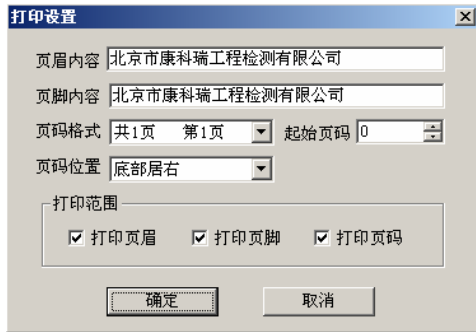

图 5-13
- 9、打印设置：进行有关打印机的设置, 如图 5-13 所示, 其中各项参数均有自动记忆功能, 即初始化为上次打印设置相应的设置值。